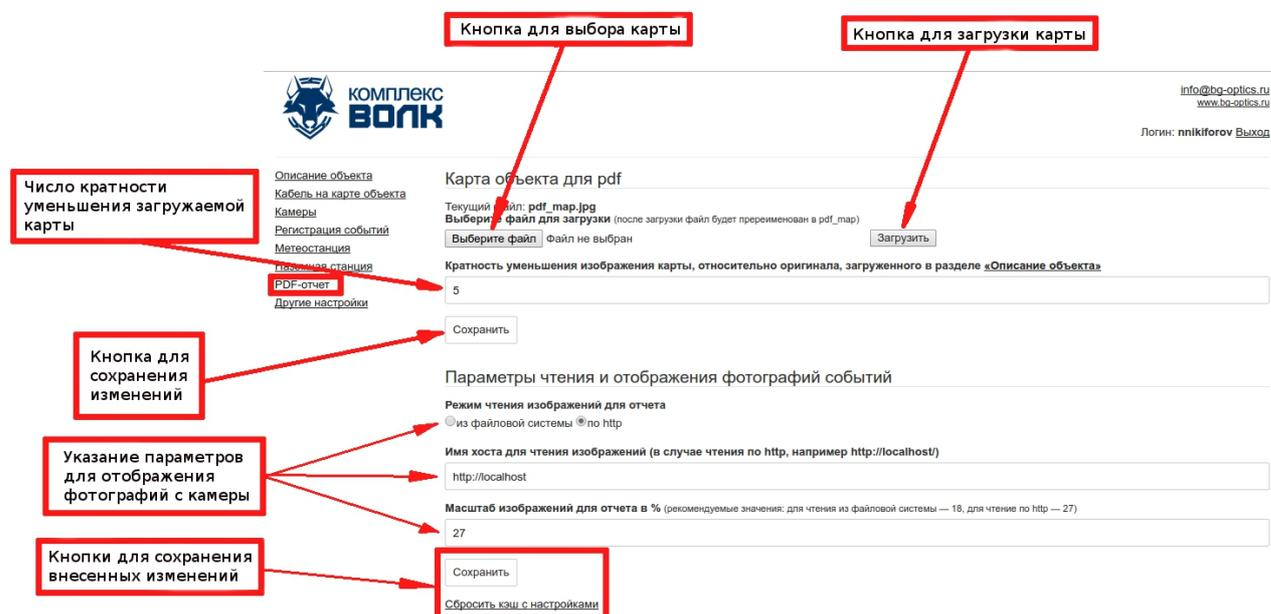

Рисунок 18А — добавление карты для формирования отчета в pdf
3. перейти в раздел PDF-отчет и загрузить карту с внесением всех необходимых параметров, имя хоста для чтения изображений по-умолчанию указать `http://localhost/` (рисунок 18А).